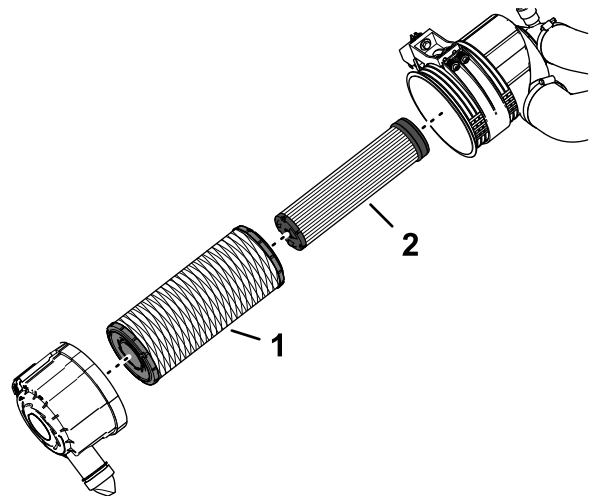

Figure 110
1. Contrôlez l'élément de sécurité du filtre (Figure 110). Remplacez-le s'il est encrassé.
**Important:** N'essayez jamais de nettoyer l'élément de sécurité (Figure 110). Remplacez-le une fois sur trois, quand vous effectuez l'entretien du préfiltre.